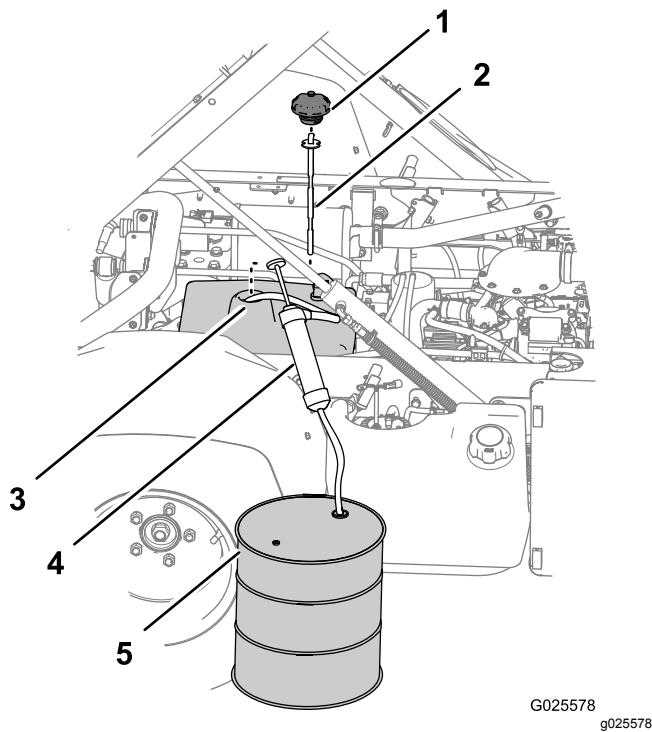

Figure 82
3. Enlevez le bouchon et la jauge du goulot de remplissage du réservoir hydraulique (Figure 82).
réservoir hydraulique jusqu'au bas du réservoir (Figure 82).
5. Dirigez le flexible d'évacuation du matériel d'aspiration dans un bac de récupération (Figure 82) de 11,4 l de capacité pour les modèles autres que TC, ou de 18,9 l de capacité pour les modèles autres que TC équipés du kit hydraulique grand débit (option) ou le modèle TC.
7. Enlevez le matériel d'aspiration du réservoir hydraulique (Figure 82).
8. Versez 7,5 l (modèles autres que TC) ou 15 l (modèles autres que TC équipés du kit hydraulique grand débit [option] ou modèle TC) du liquide hydraulique spécifié dans le réservoir hydraulique (Figure 82).
9. Remettez la jauge et le bouchon dans le goulot de remplissage du réservoir hydraulique (Figure 82).